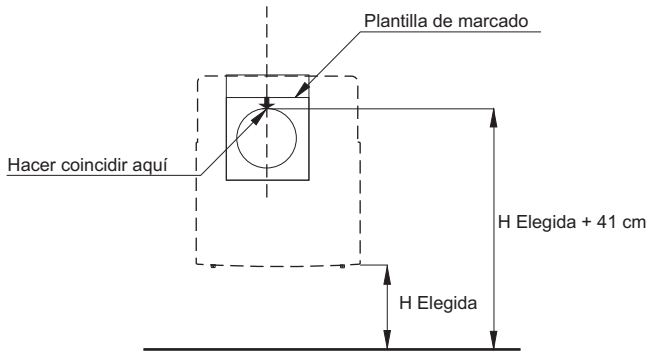

Fig. 6
- Apoye sobre la pared la Plantilla de Marcado provista (Fig. 6), haciendo coincidir la parte superior del círculo troquelado en la plantilla con la marca de la altura trazada en el paso anterior.